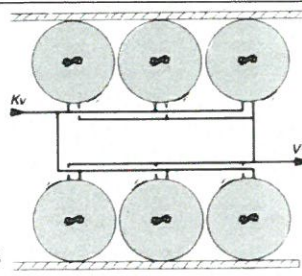

Fig.6
- Dobb.rekke:** Monter SR-rør. Forbind de to rekkene diagonalt som vist fig. 6. Rygg mot rygg fig 7. Opptil 2 x 6 vvb.